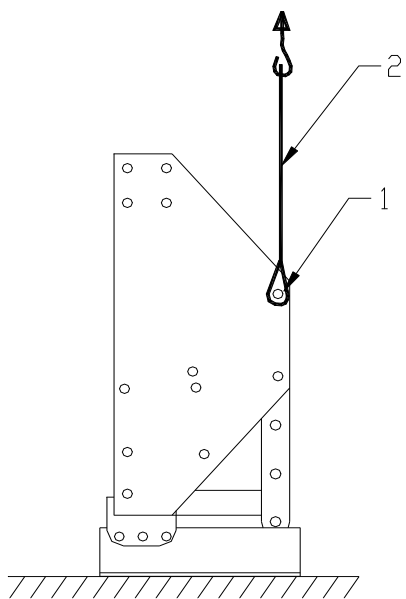

Fig. 1.
Maskinen leveres på en palle. Gør som følger for at installere maskinen bag en traktor (se fig. 1, 2, 3, 4, 5 og 6).
2. Fastgør et kabel 2 på $\pm 3,5$ meter (11") med D- led i hullerne 1 på begge sider af maskinen, se fig. 1.
@ Rotorbladernes position og rotorens position på hoveddrammen er væsentlig for det endelige arbejde. Kontroller det forsigtigt ved hjælp af fig. 1 t.o.m kapitel 12.